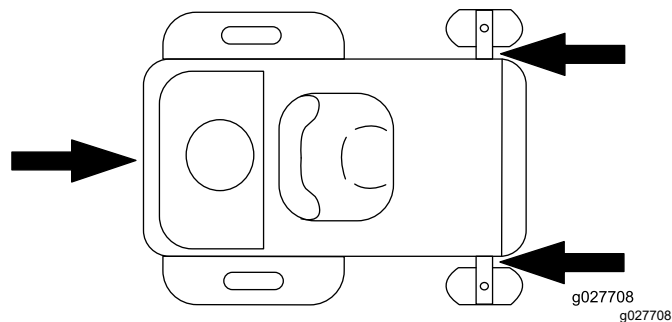

Figura 34
6. Legați maina de lângă roile pivotante față, folosind curele, lanuri, cablu sau frânghii (Figura 34). Consultați prevederile locale referitoare la fixare.